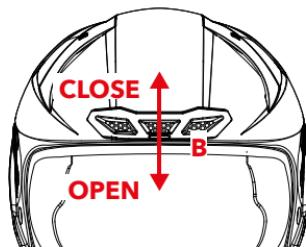

FIGURE 5
ENTREE D'AIR AVANT – B – Figure 5
- Figure 5 : Faites glisser le curseur central vers le haut pour fermer l'entrée d'air, faites-le glisser vers le bas pour l'ouvrir.